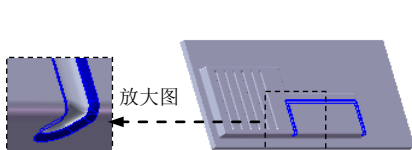

图 17.7.37 创建圆角 6
Step20. 创建图 17.7.37 所示的圆角 6。选择下拉菜单 **插入(I)** → **特征(F)** →